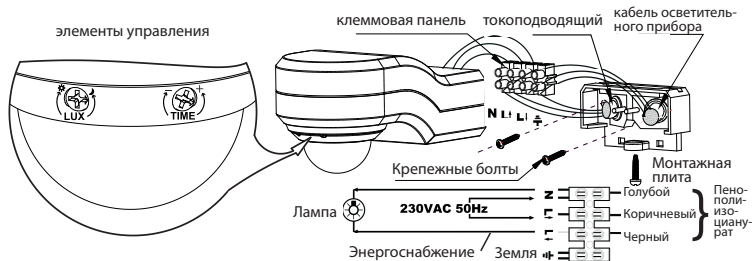

рис. 2
УСТАНОВКА (смотри также рис. 2)**ВАЖНО:**
8. подключите токоподводящий кабель и кабель осветительного прибора (лампы) к клеммовой панели (смотри рис. 2).
ПОНИМАНИЕ ЭЛЕМЕНТОВ УПРАВЛЕНИЯ (см. рис. 2)**УСТАНОВКА ПАРАМЕТРОВ ДЛИТЕЛЬНОСТИ СВЕЧЕНИЯ:**